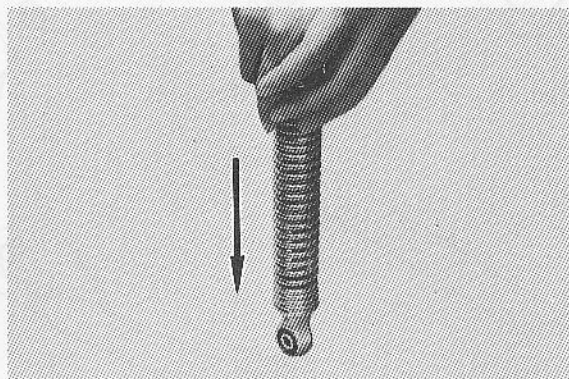

Fig. 5-8-3
2. Operate shock absorber shaft to check damping. As you push down, only slight damping should be felt. Return stroke will have considerable damping. If there is no damping, replace shock. (Fig. 5-8-3)
2. Actionner l'axe de l'amortisseur pour vérifier le bon fonctionnement. Quand on appuie dessus, un léger amortissement doit être ressenti. La course retour aura un amortissement considérable. S'il n'y a pas d'amortissement, remplacer l'amortisseur. (Fig. 5-8-3)